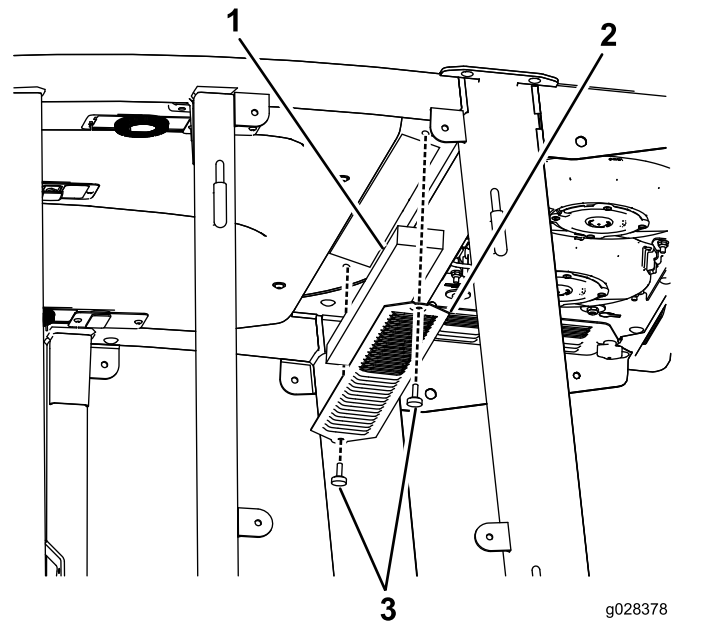
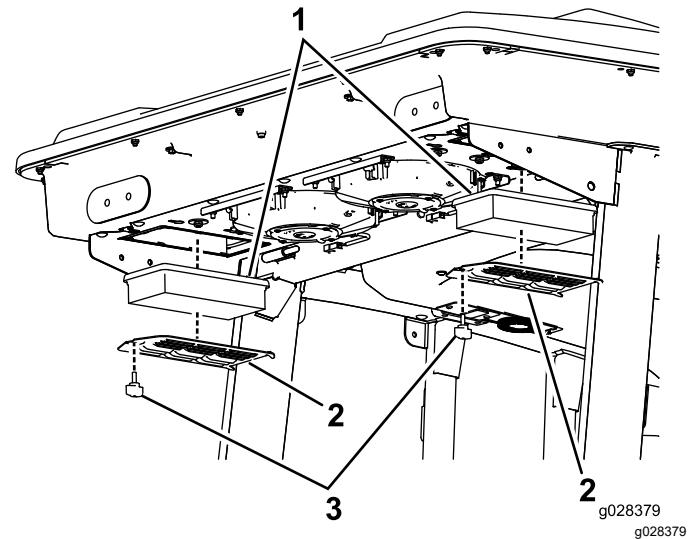

図 134
図 135
1. 室内用と後部用のエアフィルタからねじを外して格子を外す 図 134と図 135。